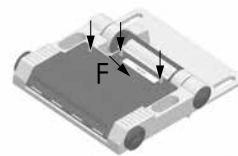

Fig. 4
- De seguida aparafusar os 3 parafusos da tampa (Fig. 4) e apertar uniformemente com um binário de aperto de 0,6Nm